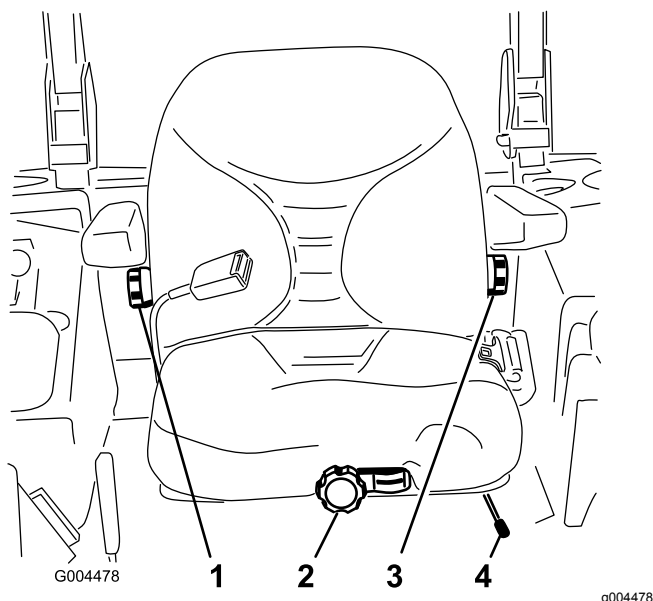

Рисунок 11
1. Для выполнения регулировки передвиньте рычаг в поперечном направлении, чтобы разблокировать сиденье (Рисунок 11).
Не занимая сиденье, поворачивайте ручку регулировки положения сиденья в обоих направлениях, пока не будет достигнуто максимально комфортное положение (Рисунок 11).
Для регулировки спинки сиденья поворачивайте ручку под правым подлокотником в обоих направлениях, пока не будет достигнуто максимально комфортное положение (Рисунок 11).
Для регулировки спинки сиденья поворачивайте ручку под левым подлокотником в обоих направлениях, пока не будет достигнуто максимально комфортное положение (Рисунок 11).